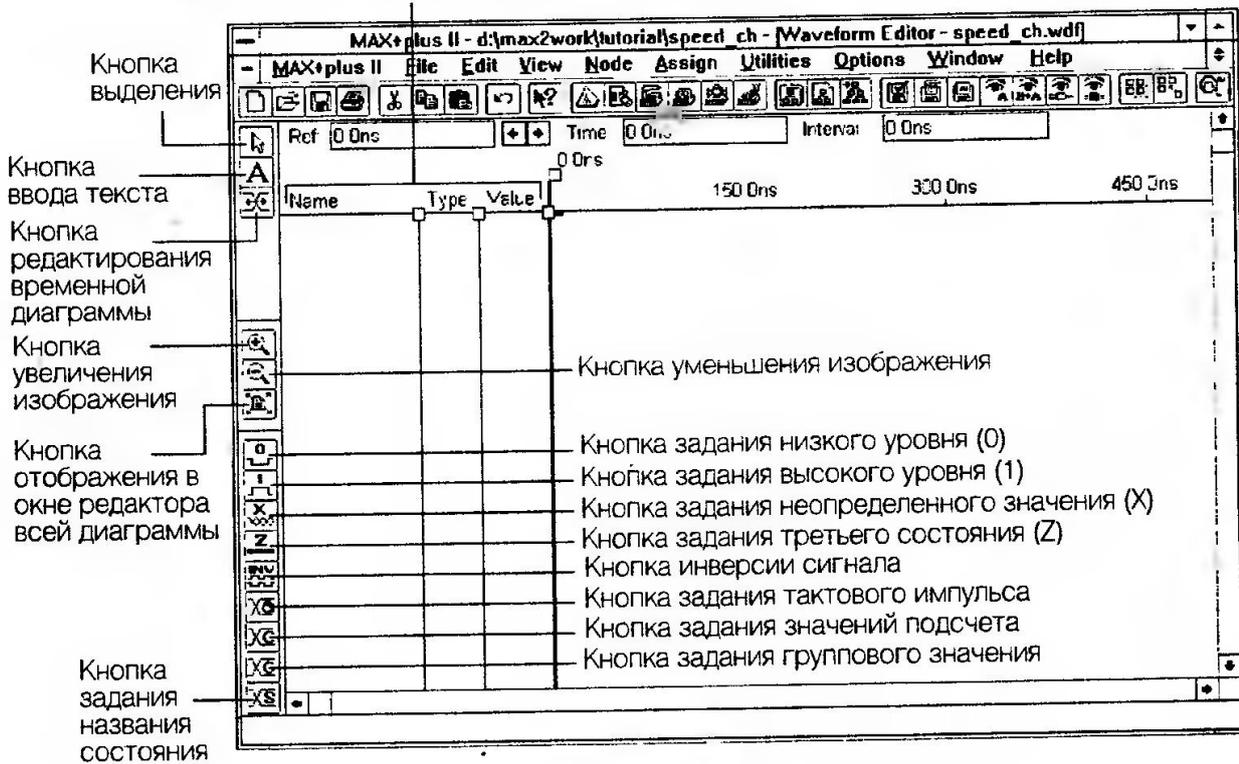
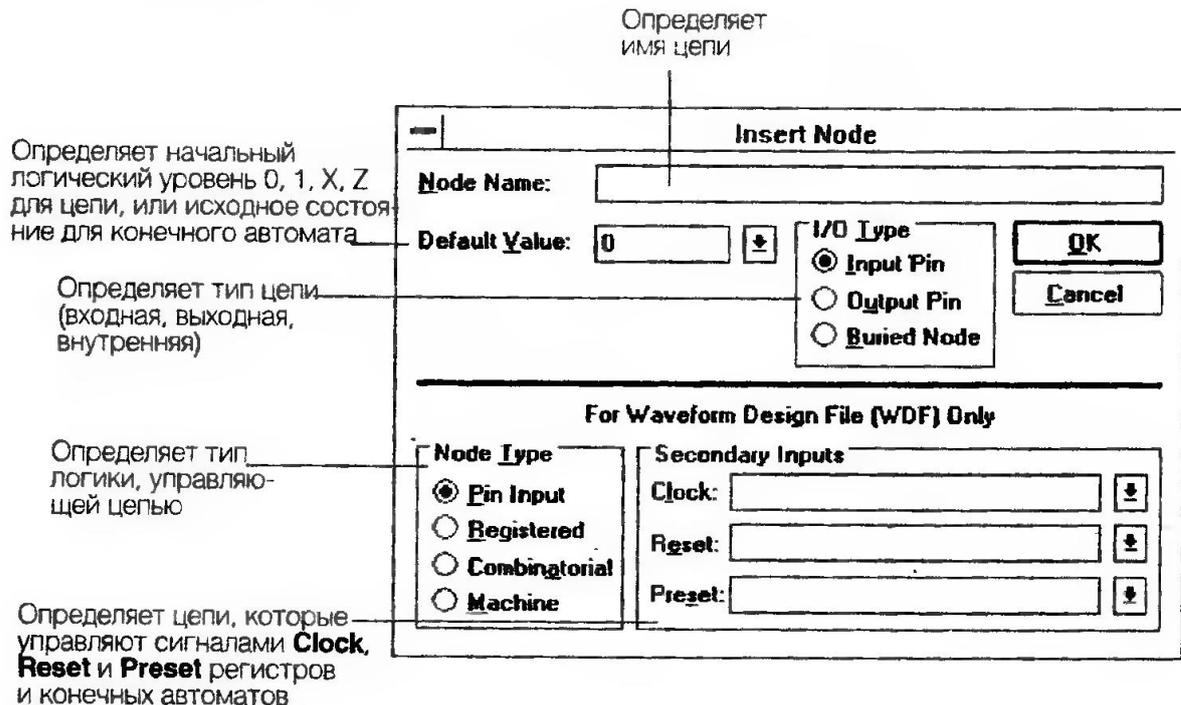

Рис. 2.21
Рис. 2.22
1. Щелкните кнопку 1 в верхней части поля описания цепей и групп, как показано на рис. 2.21, и выберите **Insert Node** (вставить цепь) из меню **Node**. На экране отобразится диалоговое окно **Insert Node** (рис. 2.22).
*При редактировании временных диаграмм вы можете изменить масштаб окна для просмотра различных частей диаграммы посредством щелчка кнопки 1 на значках **Zoom in** (кнопка увеличения изображения), **Zoom out** (кнопка уменьшения изображения) и **Fit in Window** (кнопка отображения в окне редактора всей диаграммы) инструментальной панели, как показано на рис. 2.21.*
2. Выберите команду **Overwrite State Name** (задание названия состояния) из меню **Edit** или кнопку **Overwrite State Name** на инструментальной панели, как показано на рис. 2.21.
6. Щелкните кнопку 1 на значке редактирования временной диаграммы, как показано на рис. 2.21. Указатель выделения изменится на указатель редактирования временной диаграммы.